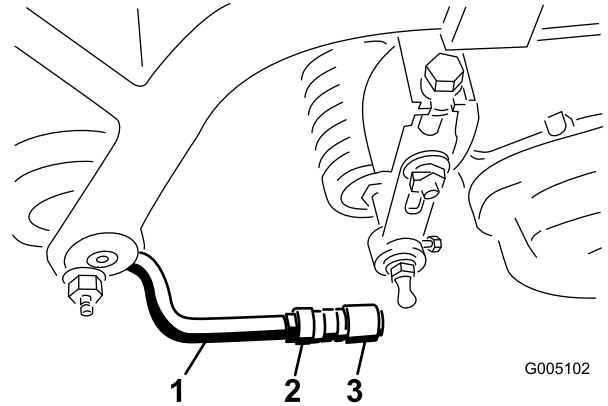

Figure 9
- Alignez les douilles des rotules de sorte que le côté ouvert soit centré vers la sphère. Serrez les contre-écrous pour fixer les douilles de rotules en position (Figure 9).